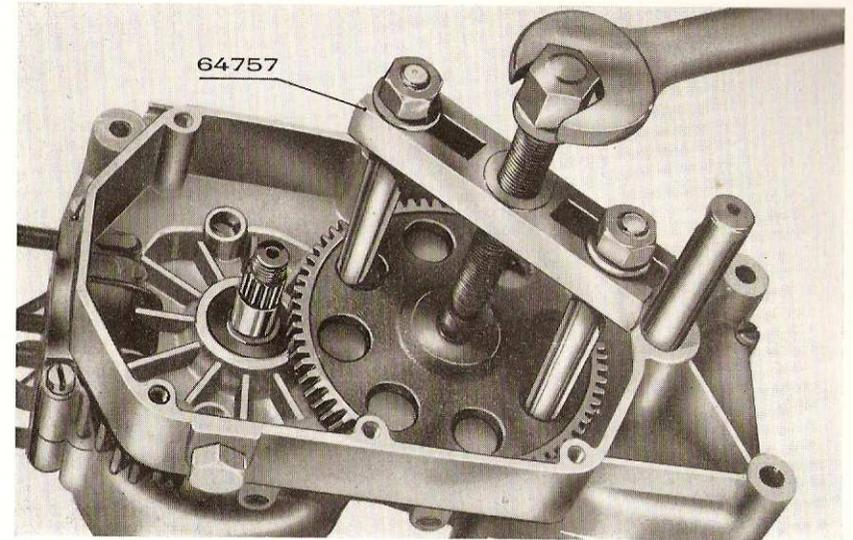

Fig. 8 - Extraction engrenage d'entraînement.
Fig. 8 bis - Démontage groupe mise en marche.
— Montage groupe mise en marche Katia (voir Fig. 8 bis).
- a) En remontant le groupe mise en marche faire attention que le ressort de rappel soit exactement en place sur le couvercle et qu'il soit monté comme illustré à la Fig. 8 bis.